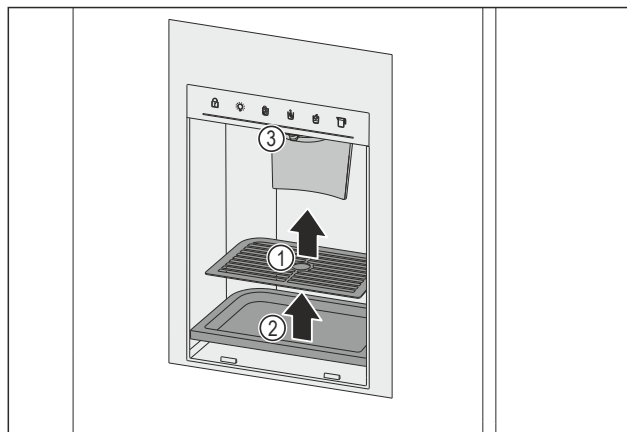

Fig. 159 Entnahme Tropfgitter und Tropfschale
- ▶ Tropfgitter Fig. 159 (1) entnehmen.
- ▶ Tropfschale Fig. 159 (2) entnehmen.
- ▶ Auslass Fig. 159 (3) und Umgebung mit einem weichen, sauberen Tuch, lauwarmem Wasser und etwas Spülmittel reinigen.